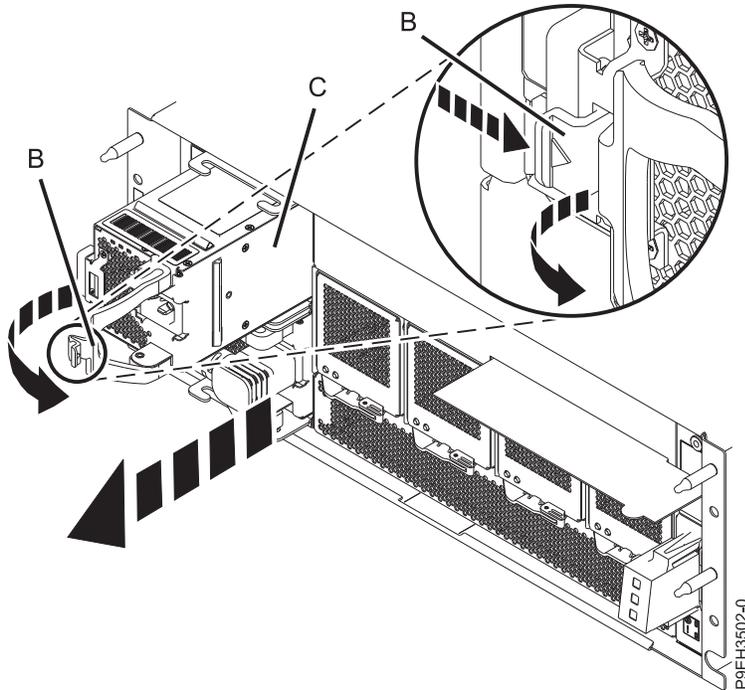

Figura 5. Extracción de la fuente de alimentación del cajón de expansión PCIe3 EMX0
3. Para desencajar la fuente de alimentación **(C)**, presione el pestillo del asa **(B)** en la dirección que se muestra y tire del asa hacia usted tal como se muestra en la Figura 5 en la página 5.
4. Sostenga el asa **(B)** con la mano por la parte inferior de la fuente de alimentación **(C)**, tire de la fuente de alimentación sacándola de su ranura. Vea la Figura 5 en la página 5.